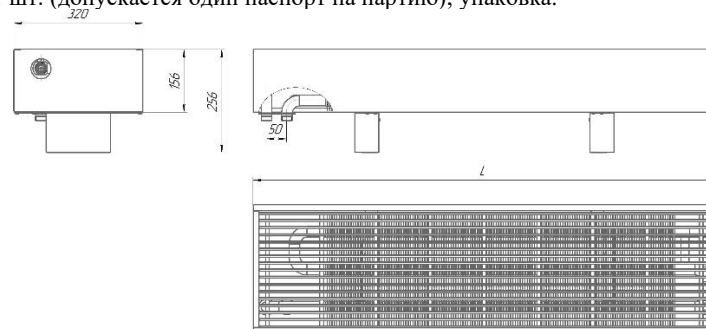

Рис. 1 – Конвектор ТЕPLA Neo Expro 156(B)x320(Г).
- 1.3. Конвекторы выпускаются в концевом или проходном исполнении, с патрубками для подвода теплоносителя, расположенными с правой или левой стороны прибора, концы присоединительных патрубков гладкие (под сварку) или с раструбами с резьбой наружной G 3/4" (НР 3/4) или с резьбой внутренней G 1/2" (ВР 1/2), габаритные и присоединительные размеры указаны в рис. 1.